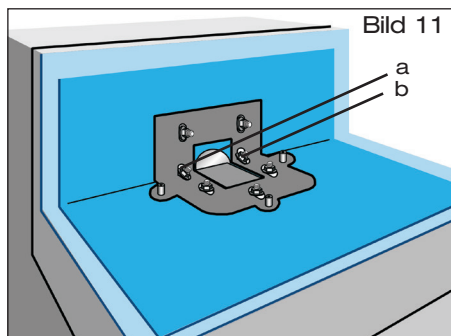

Bild 11
2.5 Anschlussbahn mit Losflansch und beiliegenden Sechskantflanschklemmen verkleben (Bild 11). Beiliegende Sechskantflanschklemmen inklusive